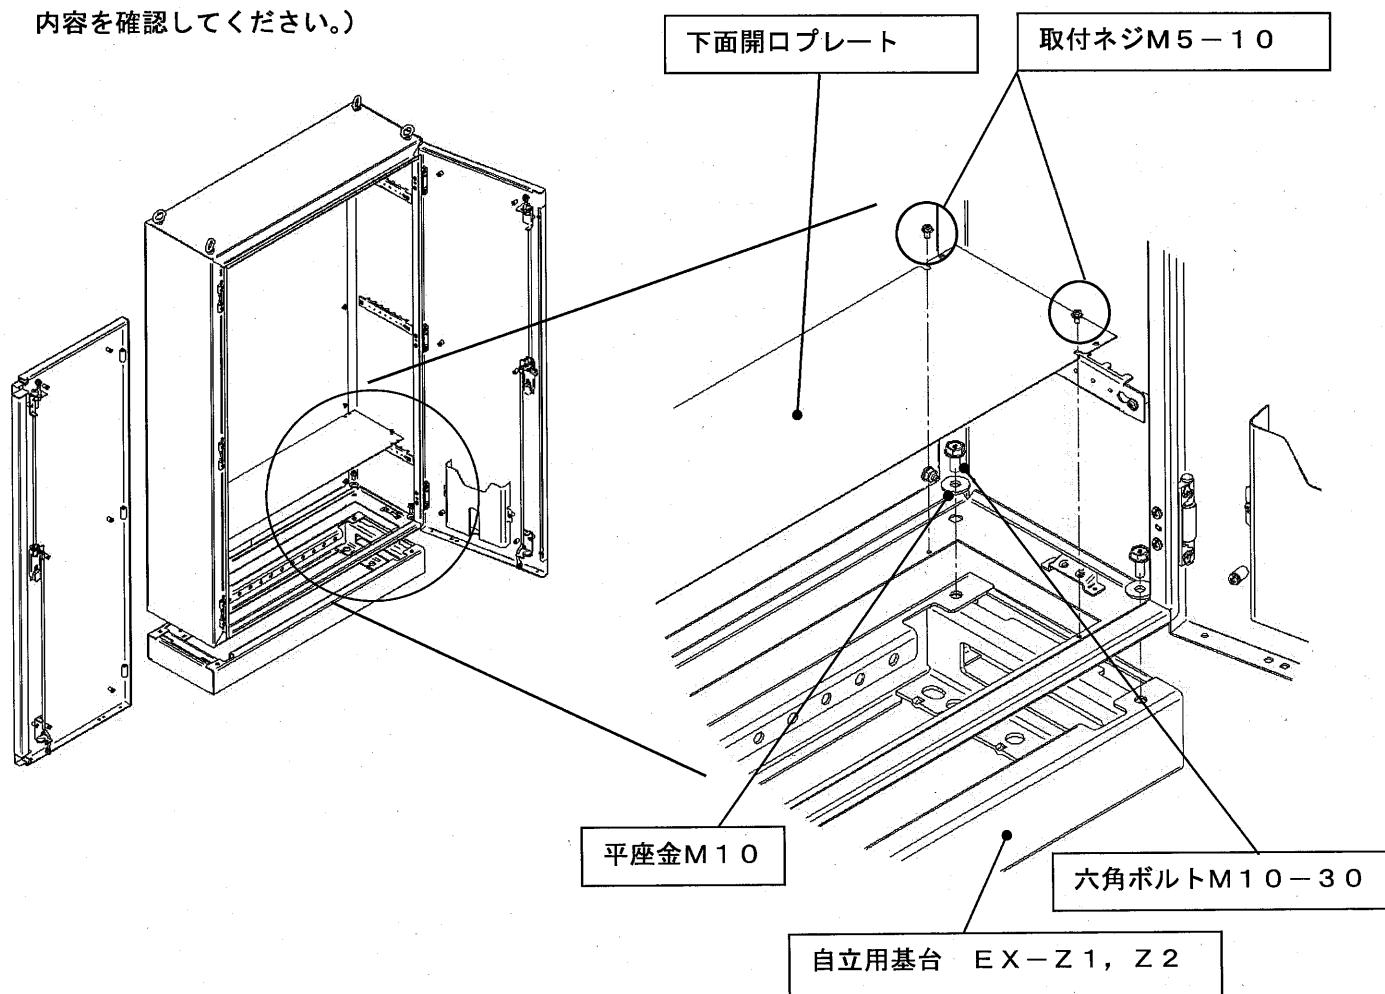

図1
- (1) 扉の開角度を約90度に保ち、蝶番のギヤホイールを矢印の方向にドライバーで回し、蝶番ピンのはめあいを外す。(図1)
(図1) 蝶番ピンの外し方 (図2) 扉の外し方
「下面開口プレート」を取り付ける場合は図1の
といった基台類を取り付ける場合は図1の通り